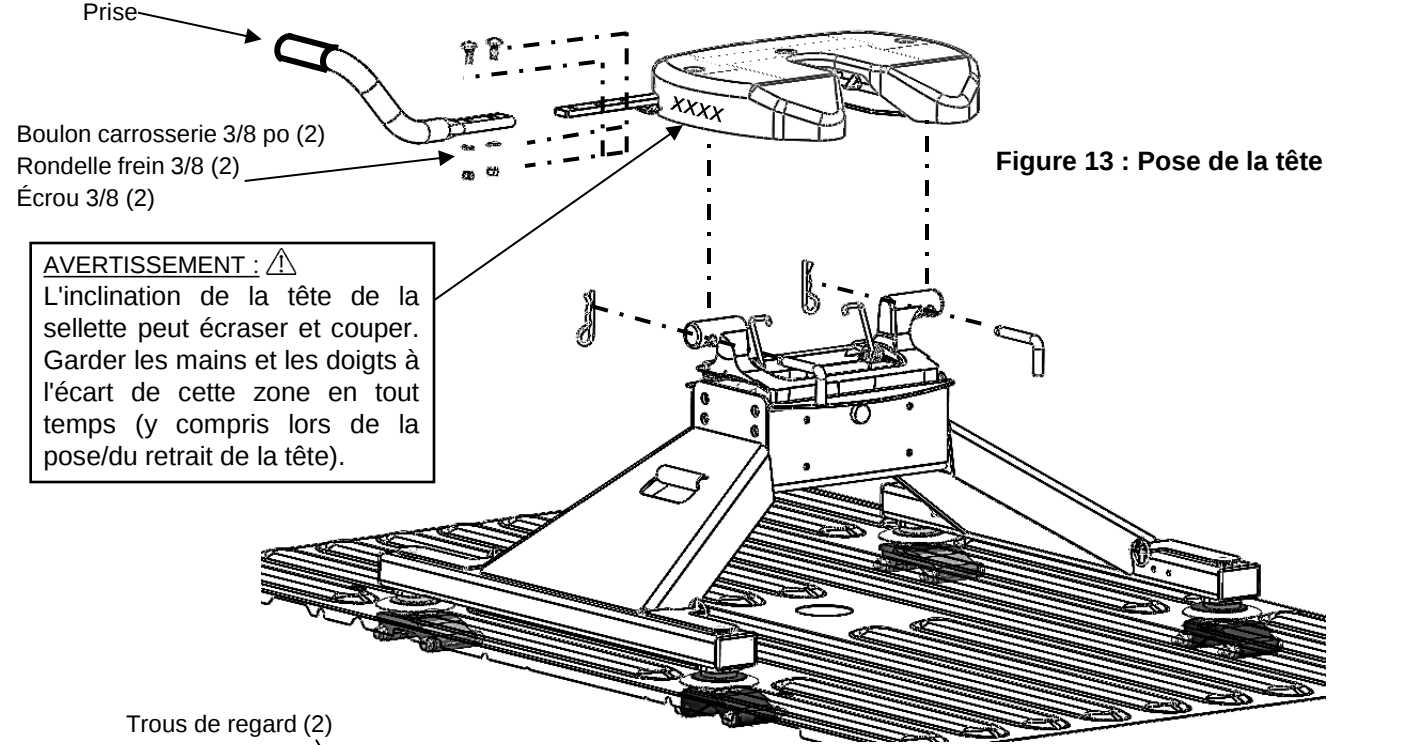

Figure 13 : Pose de la tête
- Placer et cheviller la tête sur la section centrale (voir les Figures 13/14). Garder les mains à l'écart de l'oreille lors du positionnement/retrait de la tête sur la base de l'attelage tel qu'indiqué sur les étiquettes de la tête. La tête basculera vers l'arrière suite à la pose adéquate du ressort de torsion (Étape 10).
- Ajouter le levier de la tête et les boulons de carrosserie du levier comme illustré à la Figure 13.
5. **EN GARDANT LES MAINS ET LES DOIGTS À L'ÉCART DES POINTS D'ÉCRASEMENT DE CHAQUE CÔTÉ DE LA TÊTE**, placer la tête sur la section centrale (Figure 13). La tête doit s'incliner vers l'arrière sur les ressorts de torsion.
2. **EN GARDANT LES MAINS ET LES DOIGTS À L'ÉCART DES POINTS D'ÉCRASEMENT DE CHAQUE CÔTÉ DE LA TÊTE**, soulever la tête de la section centrale (Figure 13). Ranger la tête dans un endroit sec où la saleté et les particules ne pénétreront pas à l'intérieur du mécanisme de la mâchoire.